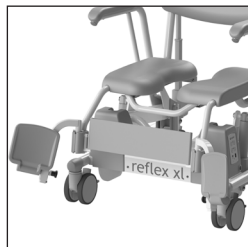

Figura 5. Abatir los reposapiés.
- Una vez que el cliente se ha sentado, el cuidador o el cliente levantan primero una pierna y, a continuación, el cuidador gira el reposapiés hacia delante hasta que encaja en el pestillo. El cliente puede apoyar el pie sobre el reposapiés (Ver figura 5).